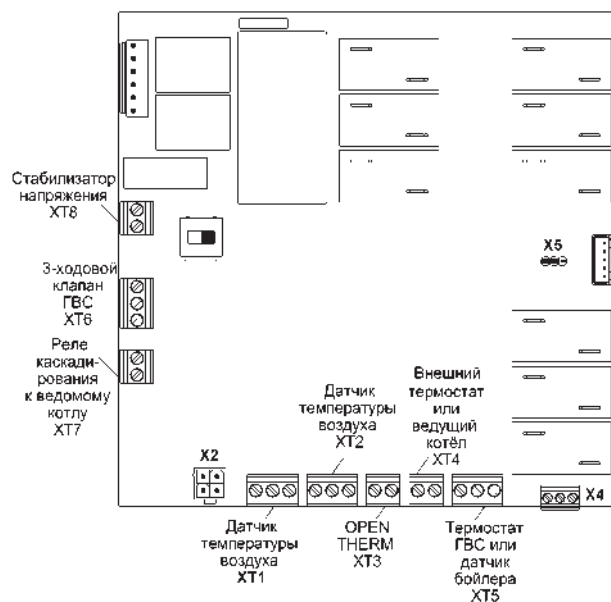

Рисунок 8. Основные разъёмы платы контроллера
**6.4.2** Назначение основных разъёмов платы контроллера для подключения внешних устройств показано на рис.8.